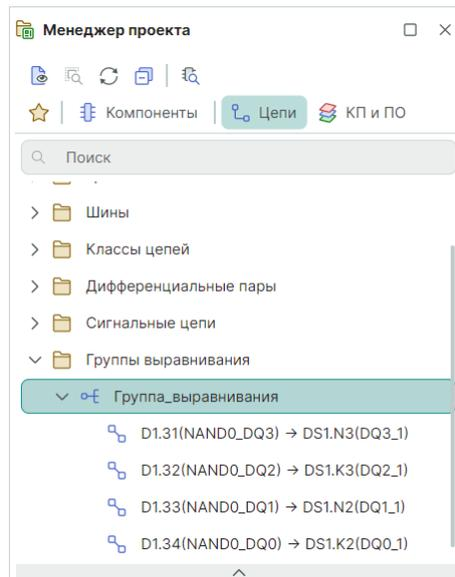

Рис. 366 Отображение групп выравнивания в панели «Менеджер проекта»
4. Группа выравнивания отображается в дереве панели «Менеджер проекта», см. Рис. 366.